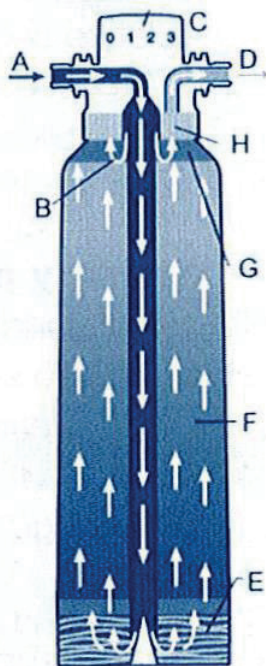

Figura 3
El agua del grifo (A) fluye al cartucho del filtro (consulte la Figura 3). Las partículas se eliminan en el prefiltrado de la pieza (E), mientras que el carbono activado elimina del agua los olores y sabores desagradables, como el cloro. Después de esto, se elimina la cal del agua con intercambiadores de iones (F), y el agua se trata con carbono activado (G) y se filtra (H).
L'acqua del rubinetto (A) scorre nell'inserto del filtro (vedere la Figura 3). Le particelle vengono rimosse nel pre-filtraggio della parte (E), mentre i carboni attivi rimuovono odori e sapori sgradevoli, come il cloro, dall'acqua. Successivamente, il calcare viene rimosso dall'acqua con scambiatori ionici (F) e l'acqua viene trattata con carboni attivi (G) e filtrata (H).